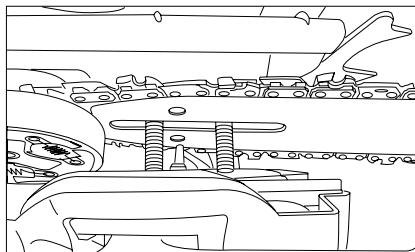

Fig. 9
9. Riposizionate il coperchio di protezione insieme con la falda del freno catena in modo che i bulloni si alzino in progettato per loro apertura e la spina di regolazione della lensione della catena si alzo' in foro inferiore del pneumatico (fig. 9).